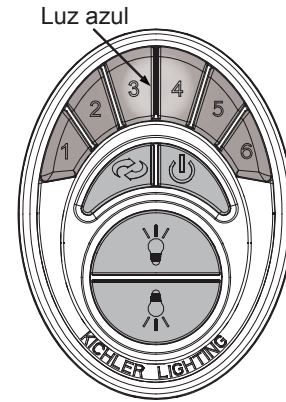

Fig. 23
3. Prueba el transmisor presionando y soltando CUALQUIER botón brevemente. Una luz azul debe iluminarse debajo de los botones 3-4. (Fig. 23) Si no es así, asegúrate de que las baterías estén insertadas y asentadas correctamente.